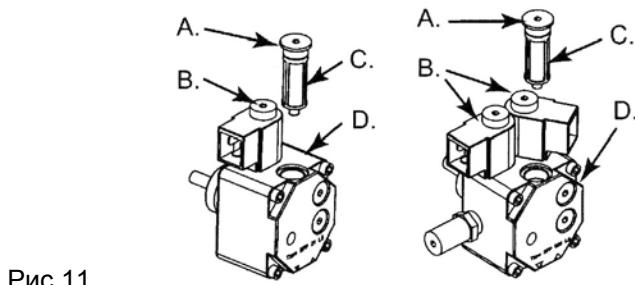

Рис.11
### Пояснения к Рис.11:
- Открутите гайку (A рис. 11), которая крепит элемент фильтра к насосу
- Выньте элемент фильтра (C рис.11) наружу